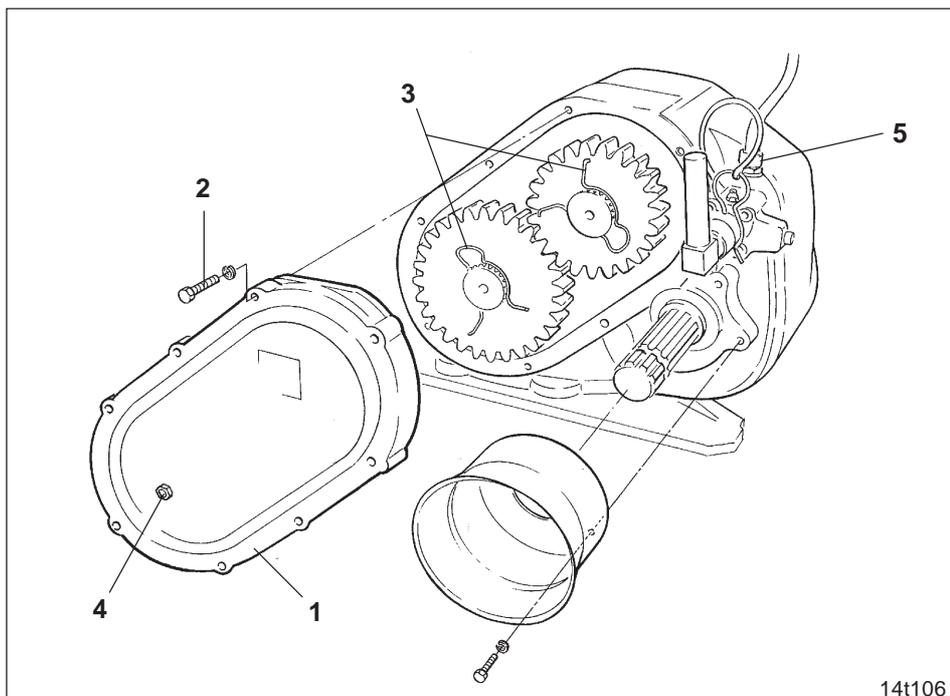

Fig. 9.14
- Abaissez le niveau d'huile par une vidange partielle par l'orifice de vidange (fig. 9.15/2). Si, après avoir opéré l'échange des pignons, aucune impureté n'est venue dans l'intervalle ternir la qualité de l'huile recueillie, cette dernière peut être reversée dans le boîtier par l'orifice du reniflard (fig. 9.14/5).
- Dévissez les vis 6 pans (fig. 9.14/2) et retirez le couvercle (fig. 9.14/1).
- Retirez les clips (fig. 9.14/3) avec lesquels les pignons sont bloqués en bout d'arbre afin qu'ils ne puissent pas se déplacer axialement. Retirez les pignons de leurs arbres respectifs (fig. 9.15/1). Permutez les pignons selon les indications fournies par le tableau (fig. 9.13)) ou mettez à leur place un autre jeu de
- Remontez sur les deux arbres les clips (fig. 9.14/3).
- Remontez le couvercle du boîtier (fig. 9.14/1) avec son joint.
- Reversez l'huile recueillie par l'orifice du reniflard (fig. 9.14/5). Le niveau d'huile est correct lorsque l'huile arrive au niveau du rebord inférieur du voyant d'huile (fig. 9.14/4), alors que l'outil de préparation de sol est posé d'aplomb sur une surface horizontale.